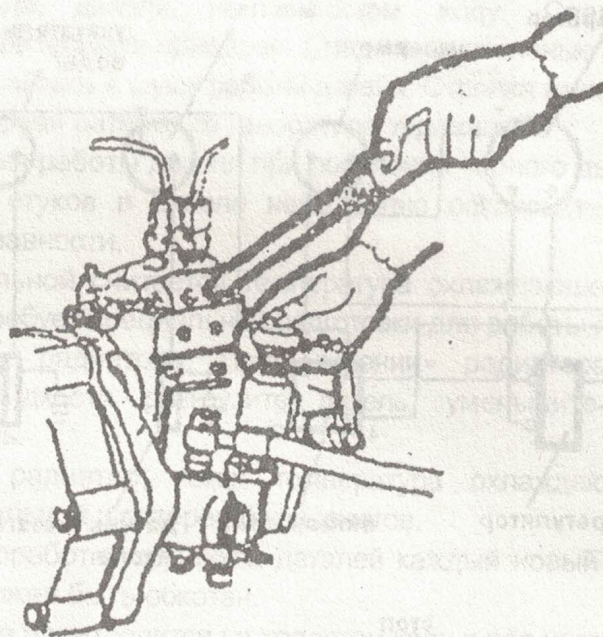

Рис. 7 Удаление воздуха из топливного насоса высокого давления
4.1.4.2 Устраните причину подсоса воздуха и прокачайте систему насосом ручной прокачки для удаления воздуха. (Рис. 7)